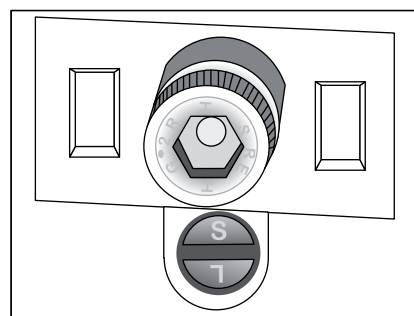

Figure 5
- b. Si vous utilisez des agrafes de 5/8 po (16 mm) orientez la lettre S vers le haut. (Voir Figure 5)